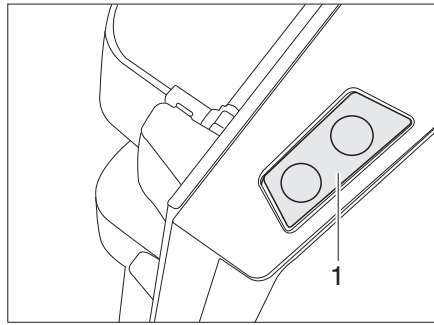

Fig. 138 Tecla de desbloqueo de la puerta del frigorífico (Dometic de la serie 8)
- Pulsar la tecla de desbloqueo (Fig. 138,1) y abrir la puerta del frigorífico.